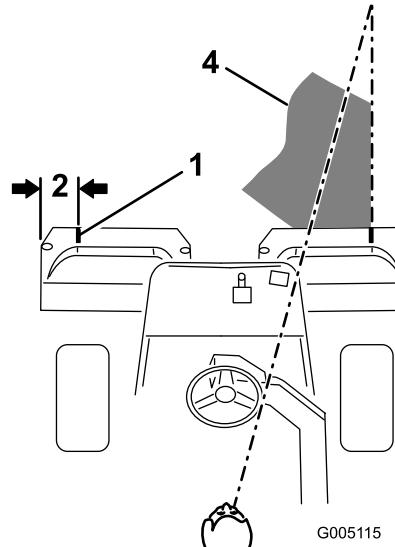
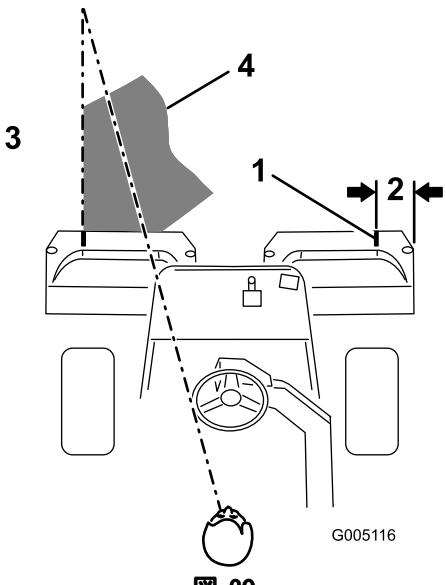

図 29
図30
2. その位置に白色テープか白ペンキで集草箱の縁と平行に目印を入れる（図 29）。
3. 行きと帰りでのオーバーラップができるだけ小さくなるように運転します。隣の列との距離を一定に保って直進するには、本機の前方約2~3mを視野に捕らえておくのがポイントです(図29および図30)。ハンドルを目印にして距離を合わせても良いでしょう。その場合、ハンドルの縁と本機前方の目標ラインとを重ねて見ながら運転します(図29および図30)。